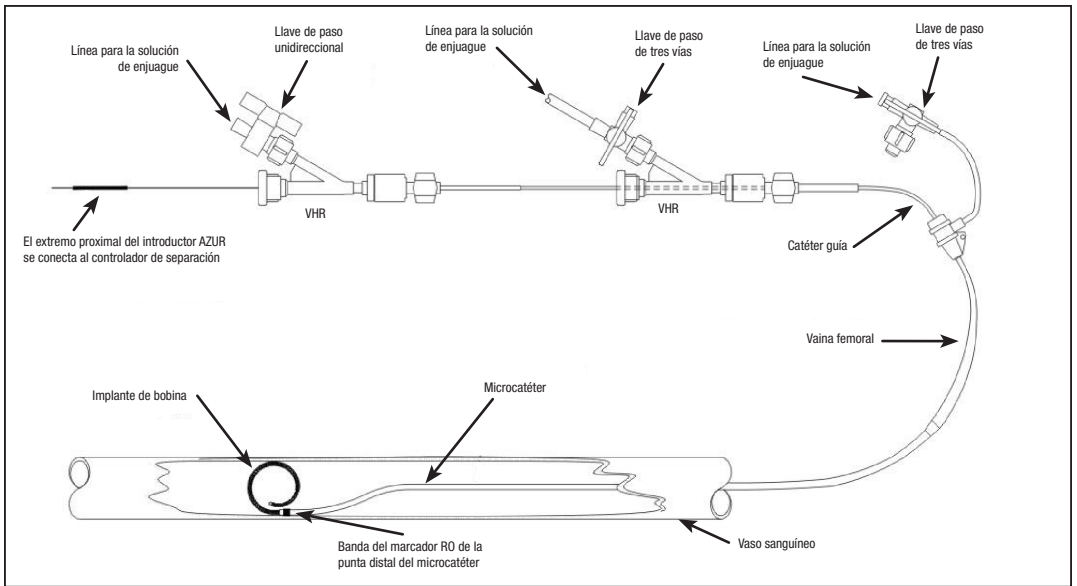

Figura 1: diagrama de preparación del sistema AZUR
- NO lo utilice junto con dispositivos de radiofrecuencia (RF).
1. Consulte la Figura 1 para ver el diagrama de preparación.
5. Utilizando procedimientos de intervención estándar, acceda al vaso con un catéter guía. El catéter guía debe tener un diámetro interior (DI) lo suficientemente grande como para permitir la inyección de contraste mientras el microcatéter está colocado. Esto permitirá realizar un trazado fluoroscópico durante el procedimiento.